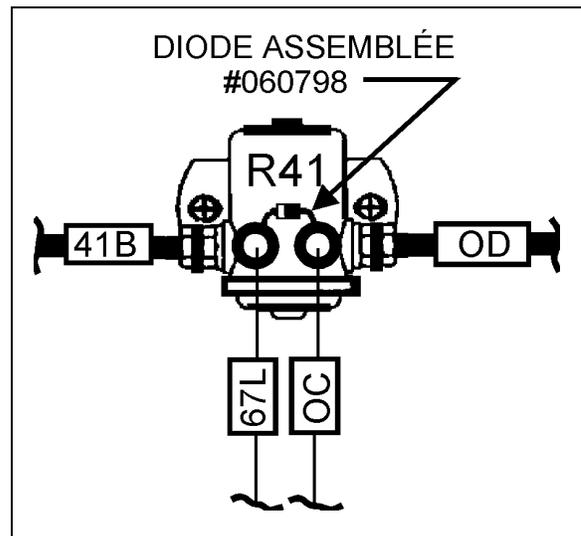

FIGURE 6
11. Dénuder l'extrémité du fil #41B, sertir une cosse à anneau (#561246) puis brancher au relais R41 tel qu'illustré à la figure 6. Serrer l'écrou à un maximum de 40 lbf•po.
13. Mettre la diode assemblée (#060798) en place sur le relais R41 tel qu'illustré à la figure 6, dénuder l'extrémité du fil #67L, sertir une cosse à anneau (#560815) puis brancher au relais R41. Serrer l'écrou à un maximum de 20 lbf•po.
Attention: S'assurer de bien positionner la diode assemblée tel qu'illustré à la figure 6.